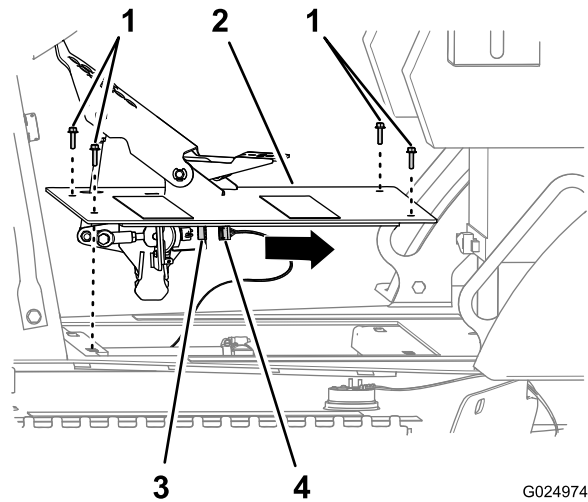

Bild 115
1. Nehmen Sie die vier Sechskantbundkopfschrauben ab, mit denen das Fahrpedal am Chassis der Maschine befestigt ist (Bild 115).
2. Ziehen Sie den 6-Buchsen-Stecker des Maschinenkabelbaums vom 6-Stift-Stecker am Fahrpedalsensor ab (Bild 115).
3. Entfernen Sie das Fahrpedal von der Maschine (Bild 115).
1. Schließen Sie den 6-Buchsen-Stecker des Maschinenkabelbaums am 6-Stift-Stecker am Fahrpedalsensor an (Bild 115).
2. Fluchten Sie die Löcher in der Platte des Fahrpedals mit den Löchern im Chassis der Maschine aus (Bild 115).
3. Befestigen Sie das Fahrpedal mit den vier Sechskantbundkopfschrauben (6 x 25 mm) am Chassis der Maschine, siehe Bild 115.